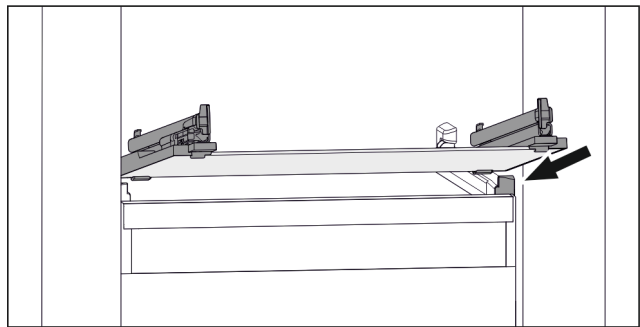

Fig. 95 Примерное отображение стеклянной пластины
- ▶ Наклоняя вниз, установите стеклянную пластину за стопоры. (см. Fig. 95)